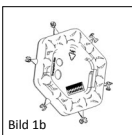
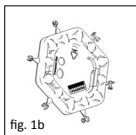
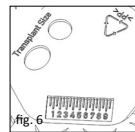

Bild 1b
fig. 1b
fig. 6
■ **Bild 1b/6** De inarbetade mallarna på tolkskivans baksida (Bild 1b) visar transplanterats minimistorlek för underfodring av trumhinnan (Bild 6).
■ **Bild 6** Millimeterskalan är till för allmänna jämförande mätningar, som kan vara till hjälp i samband med en operation av mellanörat. I princip kan baksidan också användas som förvaringsplats eller preparationsfält för olika förlopp, som t.ex. transplantatbearbetning eller mellanlagring.
■ **fig. 1b/6** De innarbeidete sjablonene på baksiden av sizer disken (fig. 1b) viser minimal størrelse for transplantatet for underføring av trommehinnen (fig. 6). Oval: ved oval hodeplate på protesen
■ **fig. 6** Millimeterskalaen brukes til generelle sammenlignende målinger, noe som kan være nyttig i rammen av en mellomøreoperasjon. Baksiden kan prinsipielt også brukes som underlag eller prepareringsområde for diverse prosedyrer som for eksempel bearbeidning av transplantat eller mellomlagring.
■ **Afb. 1b/6** De in de achterkant van de Sizer Disk aangebrachte sjablonen (Afb. 1b) tonen de minimale afmeting van het transplantaat als relining van het trommelvlies (Afb. 6).
■ **Afb. 6** De millimeterschaal dient voor algemene vergelijkende metingen, die bij een middenooroperatie handig zouden kunnen zijn. In principe kan de achterkant ook als steun of preparatieveld voor diverse handelingen zoals de bewerking van het transplantaat of tussentijdse opslag worden gebruikt.